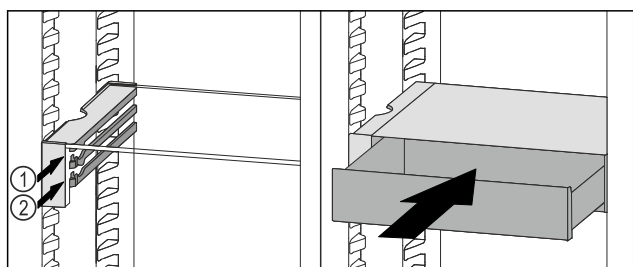

Fig. 52
- ▶ Sæt VarioSafe-skuffen ind bag stoppene på den ønskede ribbe Fig. 52 (1) eller Fig. 52 (2).